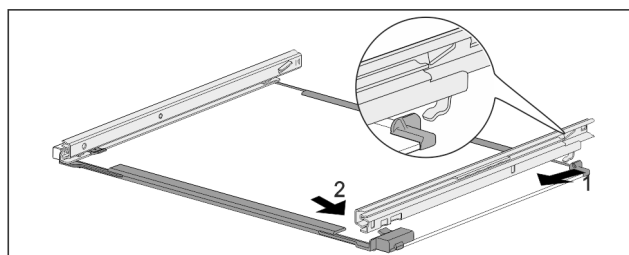

Fig. 174 带轨道的玻璃隔板
- ▶ 轨道后部钩入。Fig. 174 (1)
- ▶ 轨道前部卡紧。Fig. 174 (2)